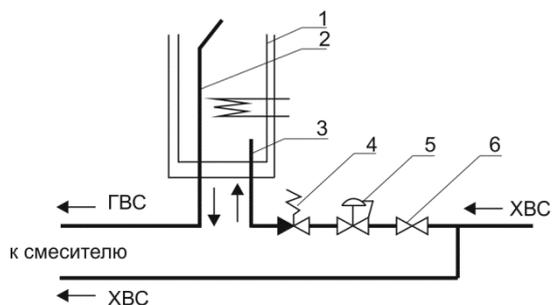

Рис. 7.
- открыть запорный кран поз.6, рис. 7;